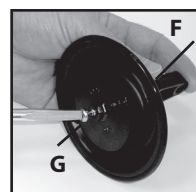

Figura 4
5. Para volver a colocar el diafragma, saque la vara de conexión que retiene el tornillo (G) del émbolo y la palanca (F). Vuelva a colocar el diafragma y vuelva a ensamblar. Consulte la Figura 4.